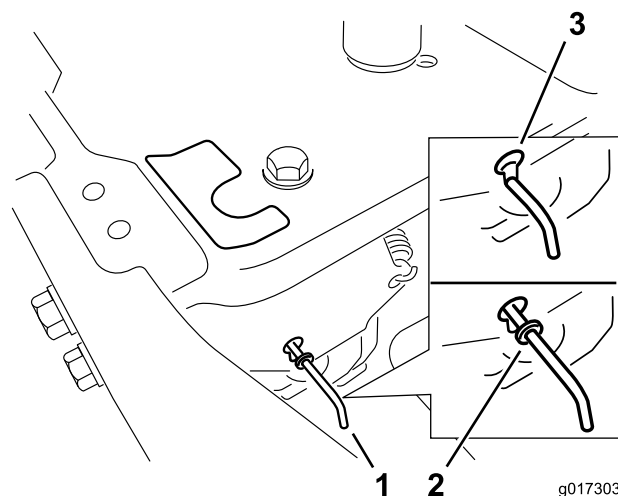

Figura 25
- Mueva las palancas de desvío hacia delante a través del orificio y hacia abajo para bloquearlas en esa posición (Figura 25).
Mueva las palancas de desvío hacia atrás a través del orificio y hacia abajo para bloquearlas en esa posición, según se muestra en la Figura 25.